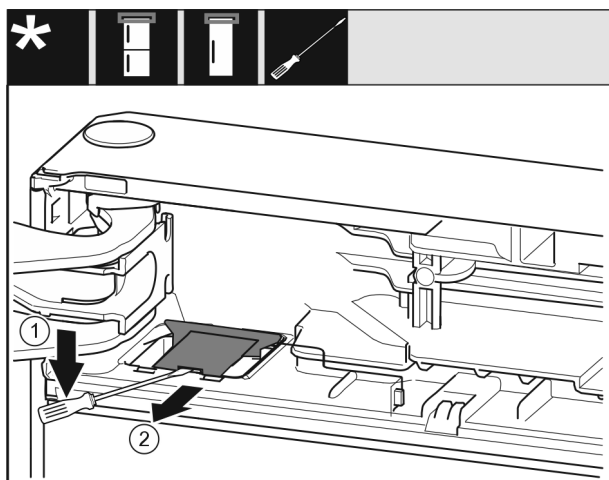

Fig. 10
- Avec un tournevis plat détacher et garder le cache. Fig. 10 (1)
- Sortir le cache. Fig. 10 (2)